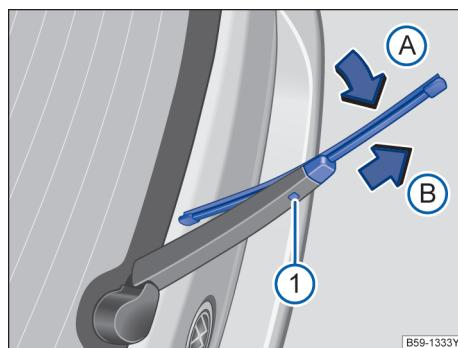

图 205 更换后风窗刮水器刮水片
- 按住解锁按钮→图 205 ①。
- 将后风窗刮水器刮水片朝刮水器摆臂→图 205（箭头 A）方向翻转，同时沿箭头方向 B 拔下。会因此需要用较大的力量。